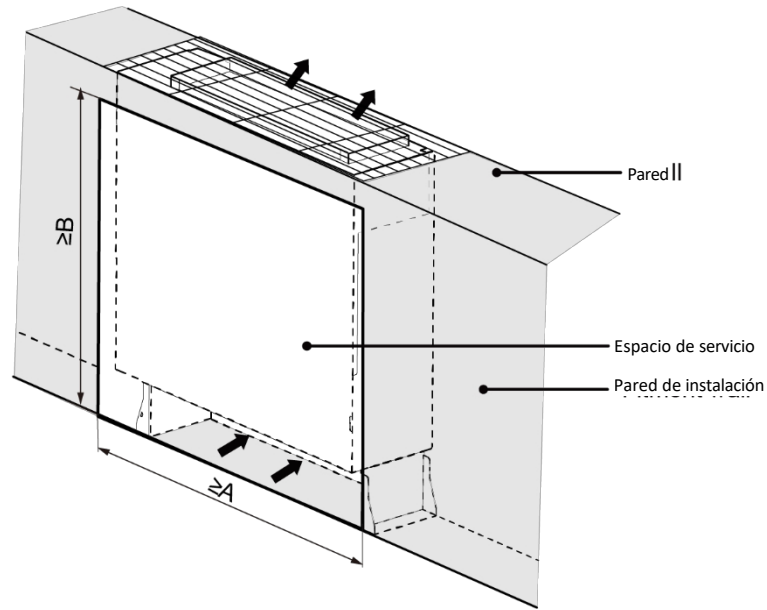

Fig. 3.2.1
- 6 Cuando la unidad interior esté empotrada, asegúrese de instalarla según las dimensiones indicadas en la Fig. 3.2.1 para dejar suficiente espacio para el mantenimiento.